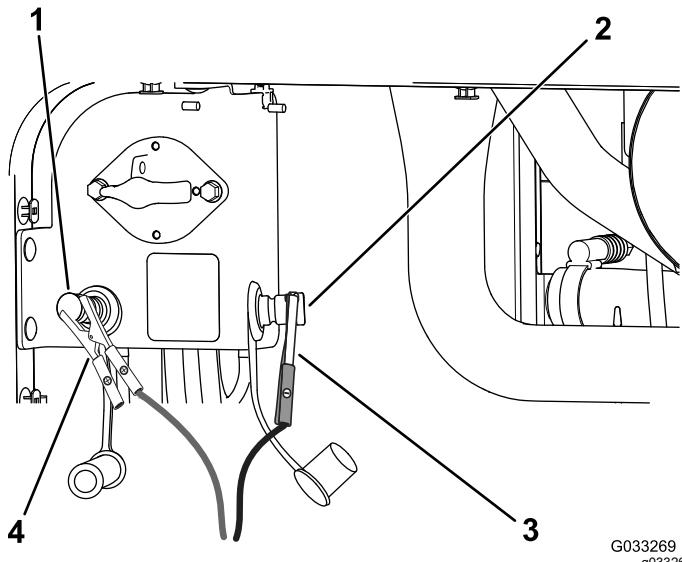

Bild 77
4. Schließen Sie das Pluskabel des Akkuladegeräts am positiven Starthilfepol an (Bild 77).
5. Schließen Sie das Minuskabel des Akkuladegeräts am negativen Starthilfepol des Akkus an (Bild 77).
7. Wenn die Batterie ganz aufgeladen ist, ziehen Sie den Stecker des Ladegeräts aus der Stromquelle. Klemmen Sie dann die Klemmen des Ladegeräts von den Batteriepolen ab (Bild 77).